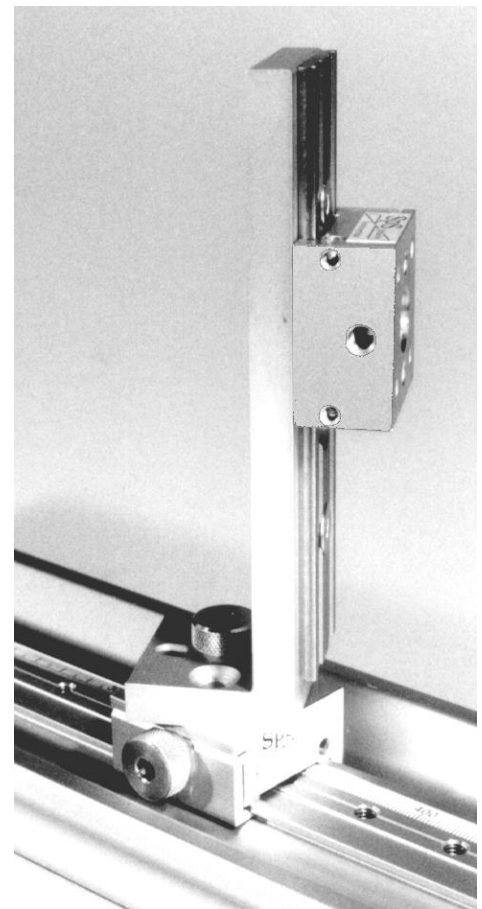

Abbildung 11
- Als z-Versteller wie in Abb. 11
- Montage auf z-Verstellerwinkel (Abb. 11) möglich